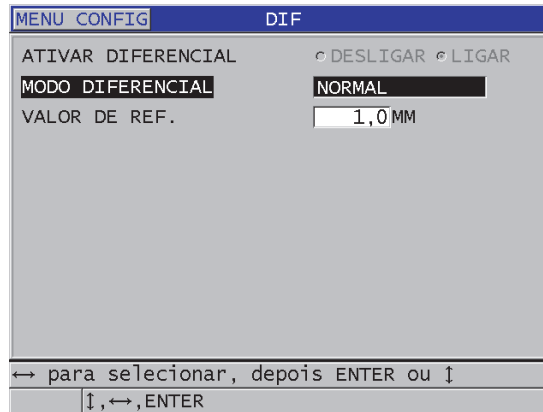

Figura 8-2 Tela DIF
3. Na tela **DIF** (veja Figura 8-2 na página 129):